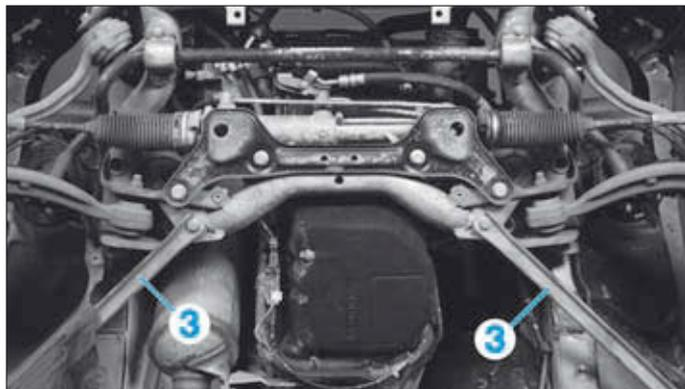

FIG. 16
- Déposer les renforts diagonaux (3) (Fig.16).